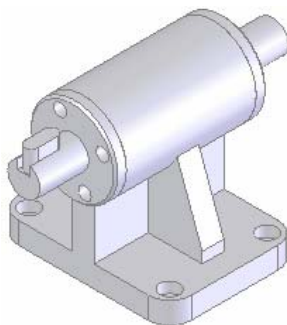

图 12-17 等轴测视图
⑯ 设置视图方向。单击“标准视图”工具栏中的“等轴测”图标，将视图以等轴测方向显示，结果如图 12-17 所示。
⑰ 插入带轮零件。选择菜单栏中的“插入”→“零部件”→“现有零件/装配体”命令，插入带轮。具体步骤可以参考上面的介绍，将带轮插入到图中合适的位置，结果如图